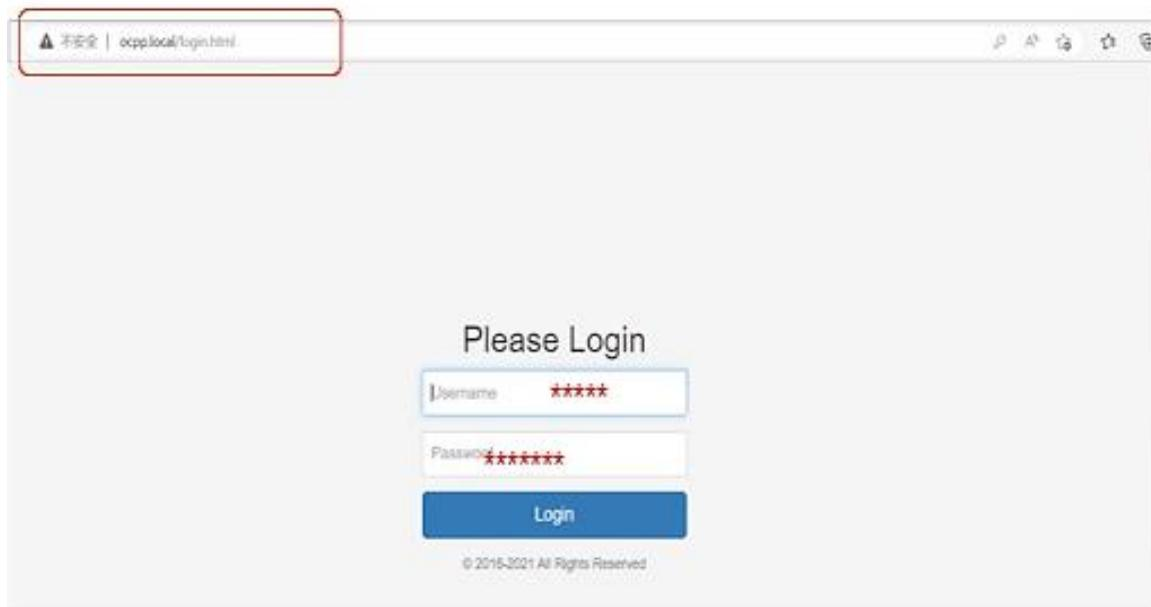

Рисунок 16.
**Шаг 3.** На странице входа в систему введите имя пользователя и пароль, затем нажмите **Login**, см. Рисунок 16. Имя пользователя: **root** Пароль: **root@123456**